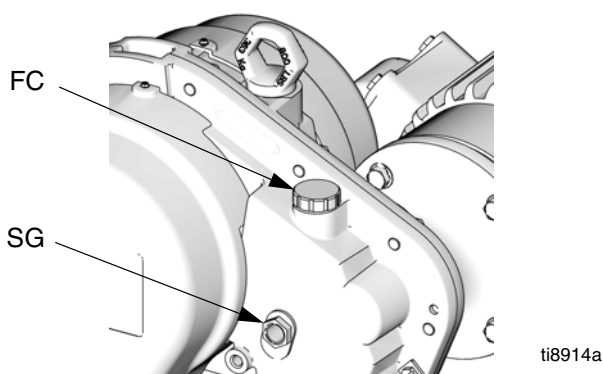

FIG. 6. Remplissage d'huile
Vérifiez le niveau d'huile par l'intermédiaire de la fenêtre (SG) sur le boîtier du démultiplicateur. Ne remplissez pas trop. Consultez la FIG. 6.